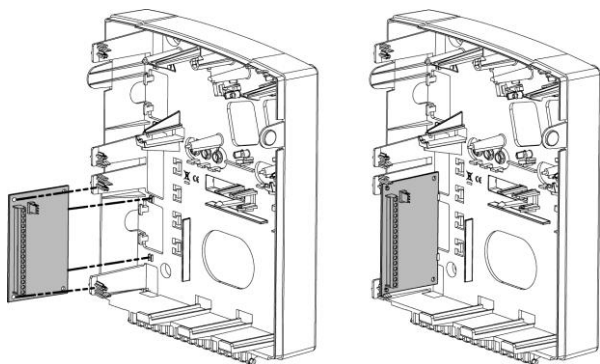

Figure 3-3: Montage de l'extension de zone dans le boîtier de la LightSYS
4. Montage des modules d'extension de sortie dans le coffret de la centrale en fonction de la place disponible ou dans un coffret séparé (veuillez consulter la Figure 3-3).